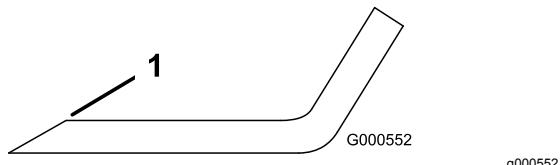

Bild 117
- Schärfen Sie die Schnittkante an beiden Enden des Schnittmessers mit einer Feile (Bild 117).
Hinweis: Feilen Sie, wenn das Schnittmesser nicht ausgewuchtet ist, vom Flügelbereich des Messers etwas Metall ab (Bild 117).